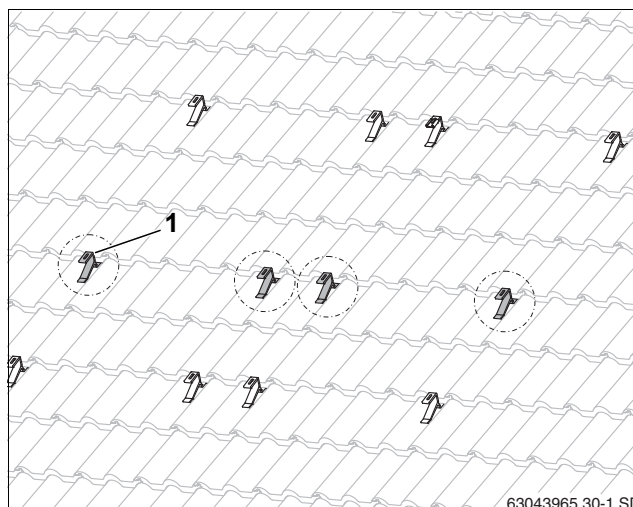

Рис. 28 Дополнительные кровельные крюки для профиля с повышенной снеговой нагрузкой (здесь: для двух коллекторов)
- Дополнительные кровельные крюки (рис. 28, [1]) крепите, по возможности, посередине между уже установленными верхними и нижними крюками.